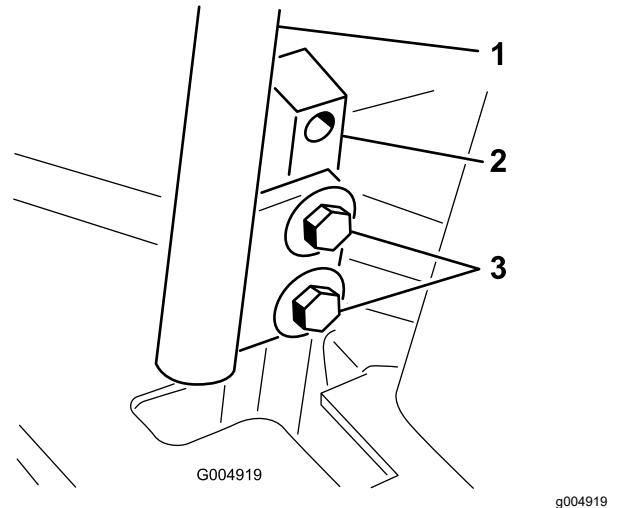

Figura 61
3. Afloje los pernos que sujetan las palancas de control (Figura 61).